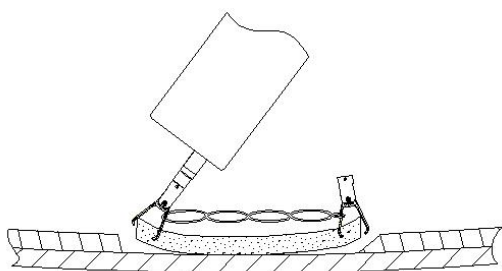
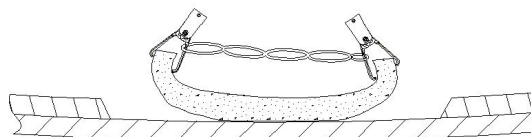

Bild 5
Bild 6
10. När den endoskopiska klämmans arm/käft/utsprång har kommit i kontakt med/traverserat genom den elastiska ringens distala ögla kan den positioneras korrekt för att komma i kontakt med vävnaden och ge önskad dragkraft/kontradragkraft/triangulering. När den endoskopiska klämman är i kontakt med målvävnaden och har anslutits till den elastiska ringen på den primära klämman, dras den ut från kateterenheten enligt steg 7 ovan (bild 5 och bild 6). När målvävnaden skärs av och frigörs från sin position, lyfter spänningen från ögla som förbinder de två klämmorna vävnadsflikarna så att den underliggande vävnaden och korrekta skärvinklar exponeras, vilket underlättar resektionsprocessen.